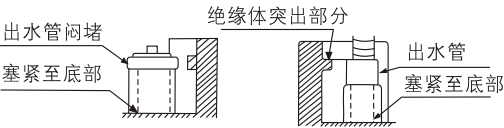

图 9
(3) 如铜管从左边引出时,需将出水管和出水管闷堵互换位置,然后需如图9所示塞紧。(如果塞得不紧,冷凝水将会漏出及滴落。)